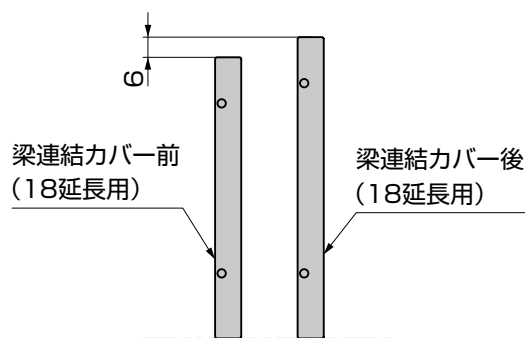

図2-7 梁連結カバー
- 梁連結カバーは、水下側用 (短い) と水上側用 (長い) の2種類あります。(図2-7参照)